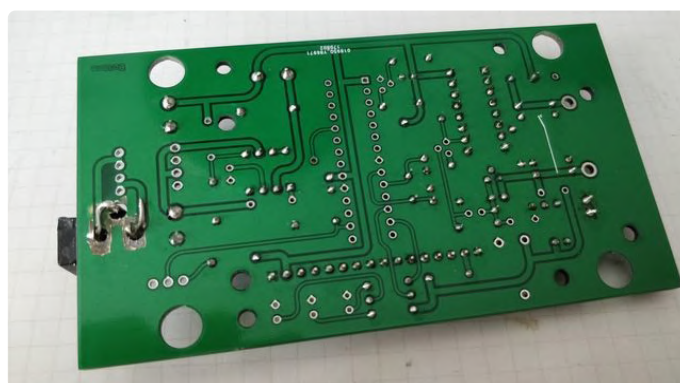

Figure 6. « Errare humanum est », modification du circuit imprimé pour l'adapter à l'empreinte exacte de la prise d'alimentation.
- j'avais omis de vérifier dimensions et forme des plots du connecteur d'alimentation J1. Si vous utilisez le même modèle que moi, et que vous ne modifiez pas le dessin, corrigez l'erreur avec un outil de type *Dremel* (fig. 6). Cependant, les soudures ne maintiendront pas suffisamment le connecteur, collez-le ensuite sur la carte.